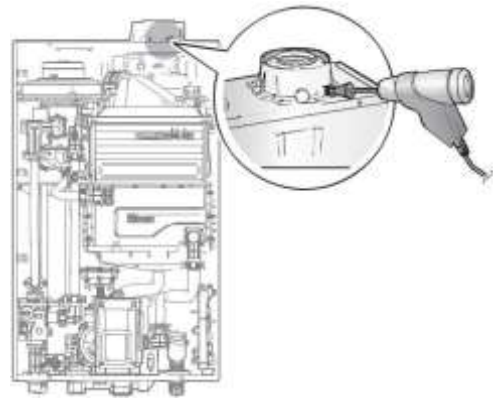

Figura 7. Medición y ajuste de relación Gas/Aire
- a. Gire y quite la tapa para tener acceso al puerto de monitoreo de emisiones. Figura 7.
- b. Inserte el analizador en el puerto (Figura 7).